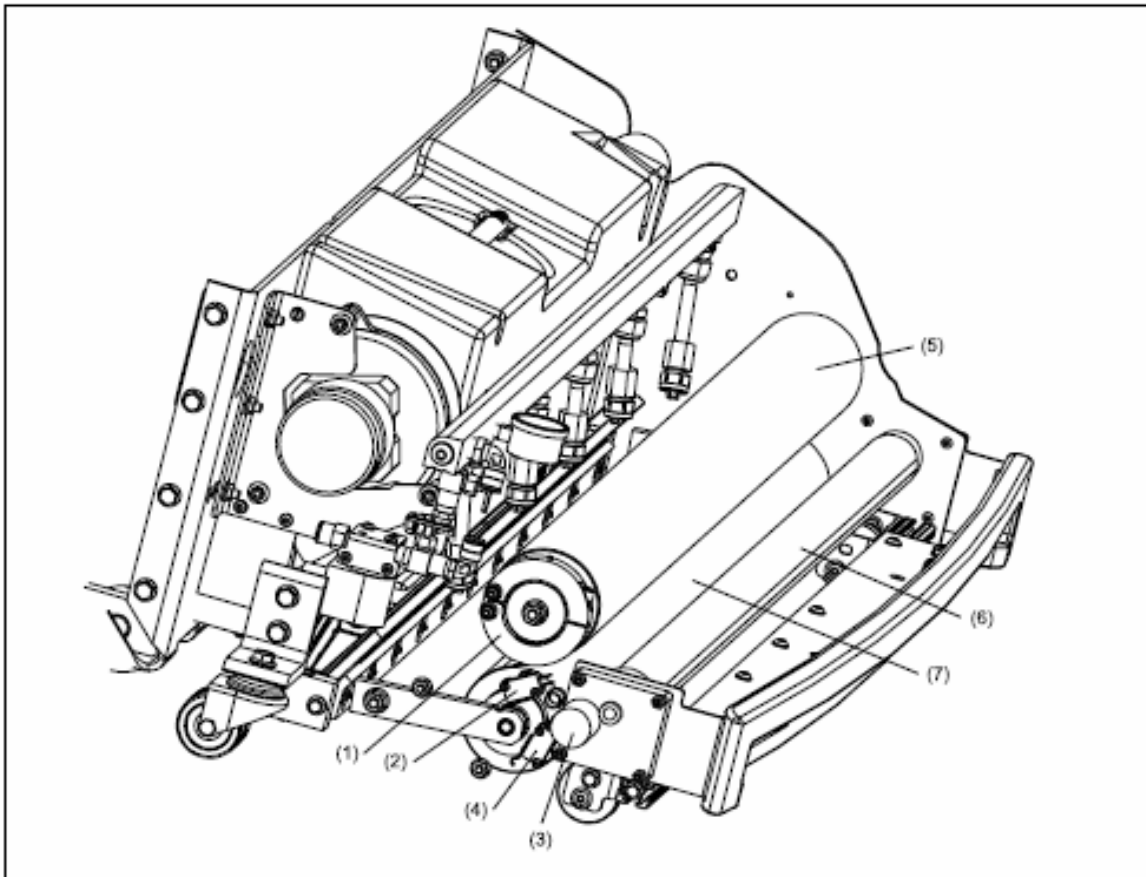

Figure 2-3. Système du tissu Duster
Référez-vous à la Figure 2-3.
7. Le rouleau d'enroulement du tissu Duster sale continue de tourner pour faire avancer une partie propre du tissu pour l'utiliser sur la prochaine piste. Référez-vous à la figure 2-3.